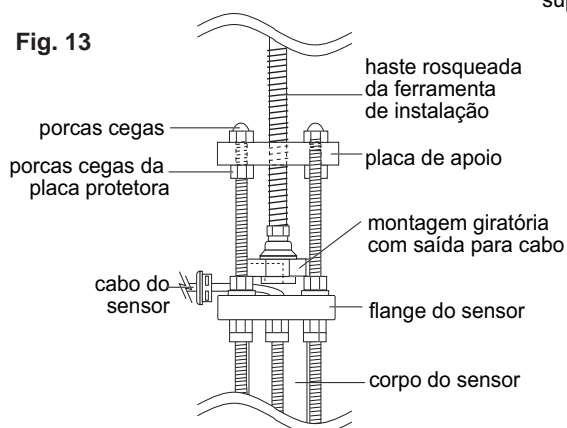

Fig. 14
I. Usando uma máscara de proteção, abra a válvula de isolamento devagar até estar plenamente aberta. Afrouxe as porcas sextavadas e contraporcas inferiores e desloque-as até a dimensão "H" correta. Gire o eixo da ferramenta de instalação no sentido horário até que o flange do sensor encoste nas porcas sextavadas e contraporcas inferiores. Atarraxe as porcas sextavadas superiores até que encostem no flange do sensor. Aperte as porcas sextavadas superiores para fixar o sensor (fig. 14).